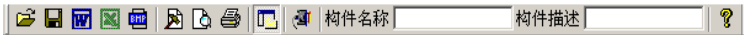

图 4.9 工具栏
- **工具栏**由一系列按钮组成(如图 4.9 所示),每个按钮可以实现一个常用功能,虽然菜单命令中已经包含了这些命令,但是对于这些常用命令来说,通过工具栏按钮来实现要方便的多。如果将鼠标在某个按钮上稍做停留,屏幕上会自动显示该按钮的功能。当按钮颜色呈置灰状态时表示当前状态下此功能无效。工具栏上分别对应于打开、保存、生成 Word 报告、生成 Excel 报表、保存位图、打印设置、打印预览、打印、显示或隐藏测